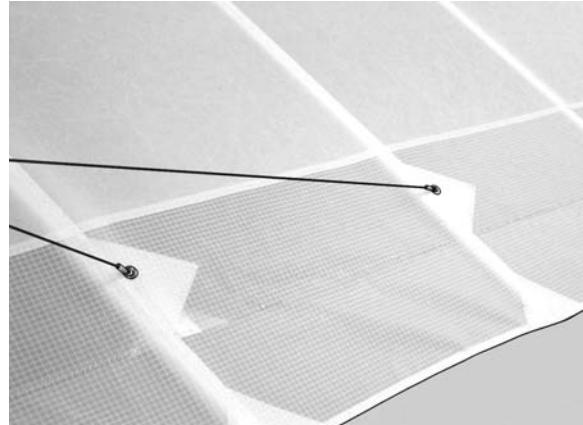

Рисунок 21
- троса АПУ правильно закреплены в обшивке. (*Рисунок 21*).